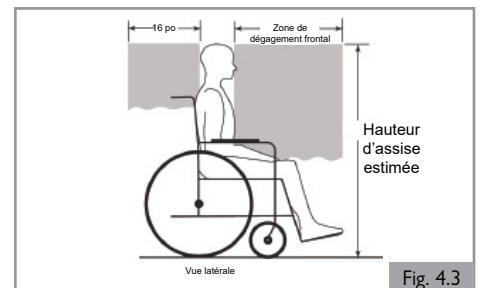

Fig. 4.3
4. La hauteur d'assise estimée du sol ou du plancher au sommet de la tête de l'occupant du fauteuil roulant est comprise entre environ 119 cm dans le cas d'une femme adulte de petite taille et environ 155 cm pour un homme adulte de grande taille (Fig. 4.3).